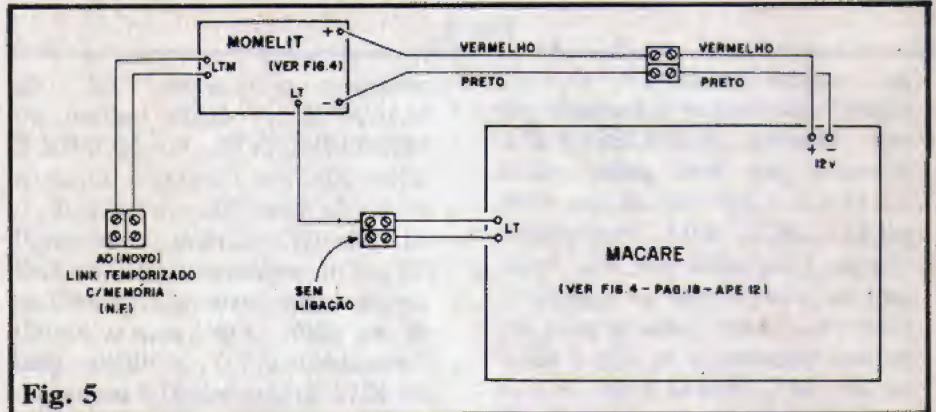

Fig. 5
- FIG. 5 - Acoplar o MOMELT à MACARE é facilímo (todo o pro-